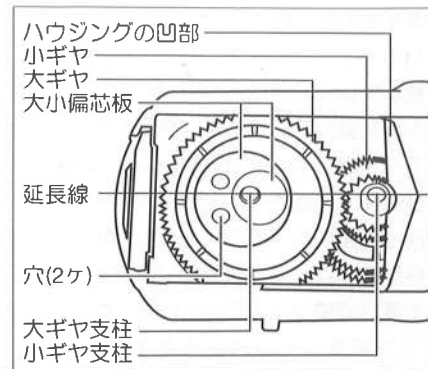

図9
- ③大ギヤを手で回し、偏芯板に付いている2コの穴の中心を、大小ギヤ支柱の延長線に合わせます。(図9参照)
- ④ブレード(刃)固定板を裏返して、ギヤ支柱受け穴を大小ギヤ支柱に差込んでください。